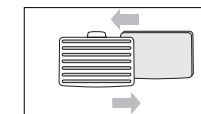

рис.7
- Наденьте предварительный сетчатый фильтр (С) на фильтр "Нера" (D) и зафиксируйте его, повернув по часовой стрелке.
3. Замена выходного фильтра. (рис. 7)
- Откройте решетку выходного фильтра (13)
- Извлеките выходной фильтр (14), промойте и просушите его.